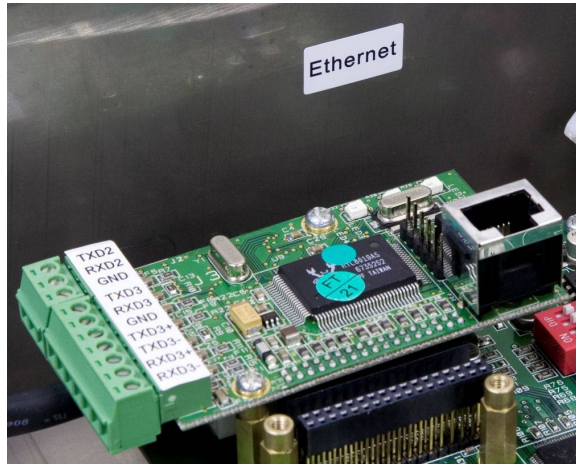

Figura 3-16: Posición de la etiqueta Ethernet
- Si se instala la opción Ethernet, el kit incluye una etiqueta de identificación Ethernet. Esta etiqueta también puede colocarse en el gabinete del ACM500 cerca del conector de Ethernet como se muestra en la Figura 3-16.
- Si instala la opción EtherNet/IP, el kit incluye una etiqueta EtherNet/IP PLC. Esta etiqueta también puede colocarse en el gabinete del ACM500 cerca del conector de Ethernet/IP como se muestra en la Figura 3-16.